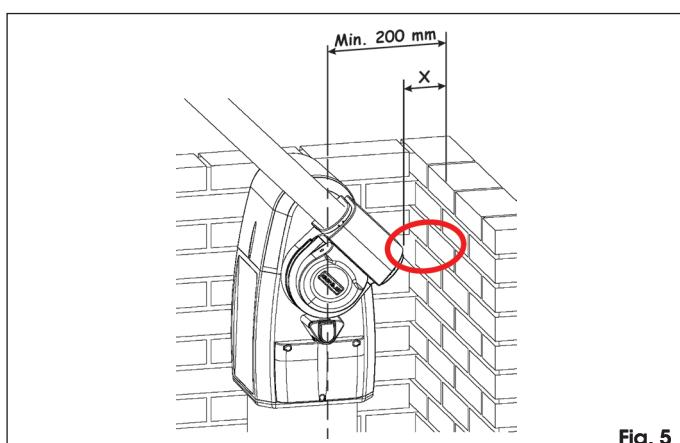

Fig. 5
- controllare che gli spazi minimi di manovra, riportati in Fig. 5, siano rispettati.
**Se la quota "X", evidenziata in Fig. 5, è inferiore a 500 mm è OBBLIGATORIO proteggere la zona evidenziata con un dispositivo di protezione conforme alla norma UNI EN 12978**